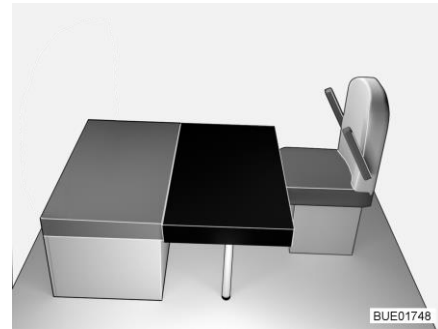

Bild 82 Nach dem Umbau
- Das rechteckige Zusatzpolster auf den Tisch legen (vor das Sitzpolster der Sitzbank, siehe Bild 82). Der Ausschnitt im Zusatzpolster liegt dabei an der vorderen Stützwand.